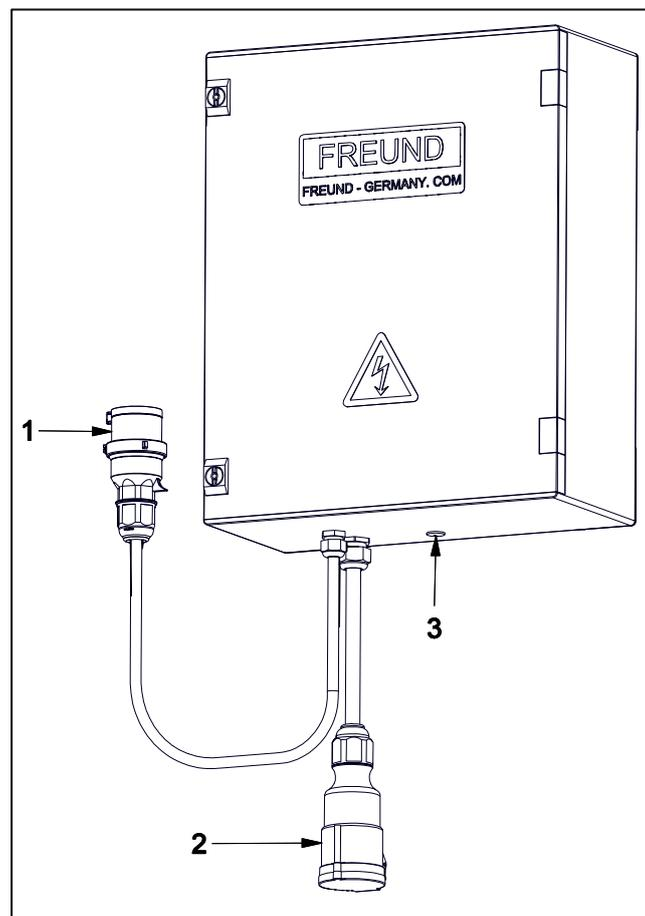

Abb. 5-13 TR3-SG33-KS
- Verbinden Sie den Transformator mit dem Stromnetz (1) und mit der zugehörigen Maschine (2) (Abb. 5-13).